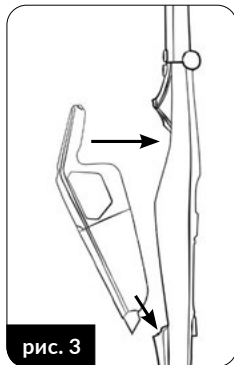

рис. 3
5. Установите пылесос (5) в блоке держателя (2), как показано на рисунке (рис. 3).